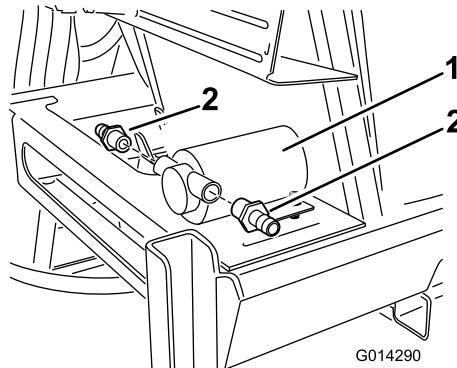

図 20
3. 付属部品の中にあるストレートバーブコネクタを探し出し、すすぎタンク用ポンプの入り口と出口に取り付ける 図 20。